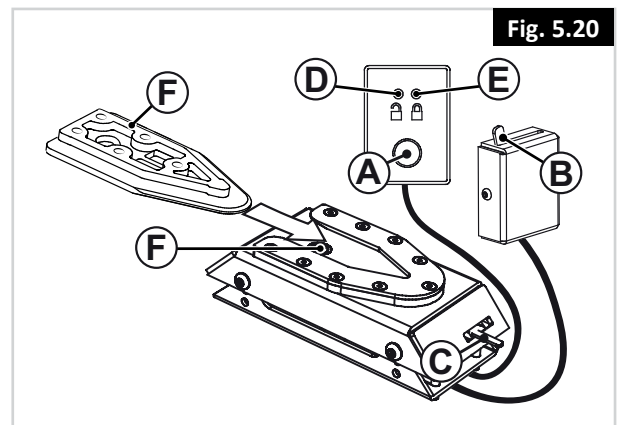

Fig. 5.20
10. Schließen Sie für die abschließende Prüfung den Rollstuhl an die Andockstation an. Überprüfen Sie, dass sie sicher verriegelt ist und vergewissern Sie sich, dass alle Entriegelungsmethoden wie beabsichtigt funktionieren (Fig. 5.20).